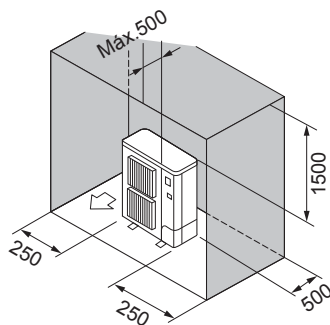

Fig. 2-8
- ⑥ Obstáculos apenas na parte de trás, nos lados e por cima (Fig. 2-8)